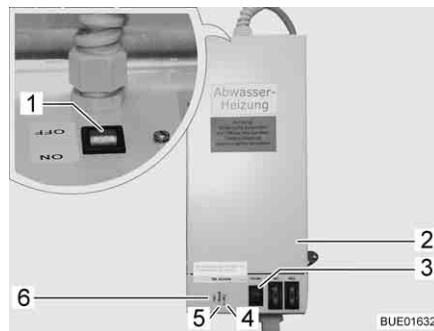

Bild 147 Transformator med regulator
Transformatorn 230 V AC/12 V DC (Bild 147,2) är beroende på modell monterad i klädskalet eller i den främre bänken på sittgruppen.
- Kontrollampan (Bild 147,5) lyser grönt: Regleringen aktiv
- Kontrollamporna (Bild 147,4 och 6) lyser rött: Avloppsledningarna värms upp
I huset sitter en återfjädrande kontrollknapp (Bild 147,3) med vilken regulatorn kan tas i drift under en kort tid. Genom att trycka på den återfjädrande kontrollknappen låter sig uppvärmningen testas, även när omgivningstemperaturen ligger över 5 °C.
- Ställ brytaren (Bild 147,1) på transformatorn (Bild 147,2) på "ON".
- Ställ brytaren (Bild 147,1) på transformatorn (Bild 147,2) på "OFF".